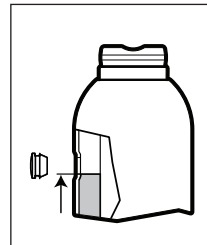
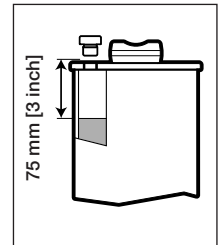

Fig. 6 - Oliepeil, alle modellen (m.u.v. GBJ-100)
Fig. 7 - Oliepeil, Uitsluitend GBJ-100
**LET OP: NIET OVERVULLEN!** Met de plunjer volledig ingetrokken en de krik in verticale stand, mag het oliepeil niet hoger zijn dan zoals getoond in Fig. 6 of in Fig. 7 (voor zover van toepassing voor uw krikmodel).